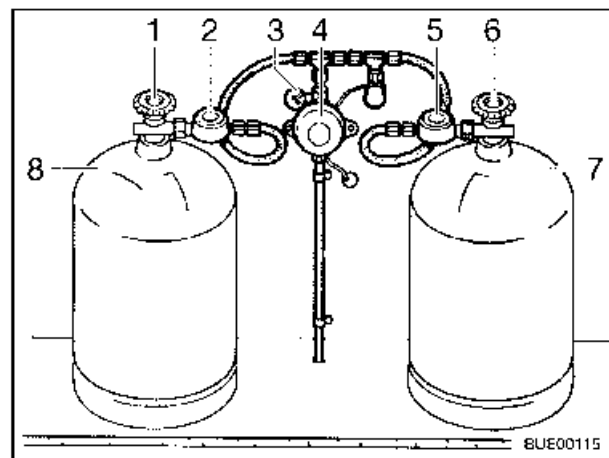

Fig. 55 Impianto di commutazione Triomatic
- Valvola principale (Fig. 55,1) bombola in uso
- Regolatore di pressione del gas (Fig. 55,2) bombola in uso
- Indicatore di funzionamento (Fig. 55,3)
- Regolatore dell'impianto (Fig. 55,4)
- Regolatore di pressione del gas (Fig. 55,5) bombola di riserva
- Valvola principale (Fig. 55,6) bombola di riserva
- Bombola in uso (Fig. 55,8)
- Bombola di riserva (Fig. 55,7)
L'impianto di commutazione Triomatic fa passare automaticamente l'alimentazione di gas dalla bombola in uso (Fig. 55,8) alla bombola di riserva (Fig. 55,7) quando la bombola in uso è vuota o non è più pronta per il funzionamento. Così il riscaldamento può rimanere in funzione.
L'impianto di commutazione Triomatic è costituito da due regolatori di pressione del gas (Fig. 55,2 e 5) e da un regolatore dell'impianto (Fig. 55,4). Il regolatore di pressione del gas della bombola in uso (Fig. 55,2) è contrassegnato da una targhetta del modello verde, il regolatore di pressione del gas della bombola di riserva (Fig. 55,5) da una targhetta del modello rossa. Con l'indicatore di funzionamento (Fig. 55,3) sul regolatore dell'impianto si può controllare la tenuta dell'impianto del gas. I regolatori di pressione del gas sono dotati di unità di allacciamento e permettono il collegamento alle bombole del gas di tutte le dimensioni (da 3 kg a 33 kg).
- Aprire la valvola principale (Fig. 55,6) della bombola di riserva (Fig. 55,7).
- Aprire la valvola principale (Fig. 55,1) della bombola in uso (Fig. 55,8).
Ora entrambi i regolatori di pressione del gas sono disaerati. Il regolatore dell'impianto (Fig. 55,4) fornisce alle utenze la pressione necessaria, indipendentemente dal fatto che l'alimentazione del gas provenga dalla bombola in uso o dalla bombola di riserva. La bombola di gas che ha rilevato l'alimentazione viene identificata dal campo verde o rosso sull'indicatore di funzionamento (Fig. 55,3).
- ▷ In caso di funzionamento con una sola bombola del gas, si deve allacciare il regolatore di pressione del gas della bombola in uso (Fig. 55,2).
Se l'indicatore di funzionamento (Fig. 55,3) segna rosso, la bombola in uso (Fig. 55,8) deve essere cambiata.
- Chiudere la valvola principale (Fig. 55,1) della bombola in uso (Fig. 55,8).
- ▷ Tutte le utenze possono essere alimentate e fatte funzionare dalla bombola di riserva (Fig. 55,7) (targhetta del modello rossa).
- Collegare la bombola del gas piena al regolatore di pressione del gas della bombola in uso (Fig. 55,2).
- Aprire la valvola principale (Fig. 55,1) della bombola in uso. La bombola in uso ricomincia automaticamente a fornire gas.
- ▷ Ogni tanto utilizzare la bombola di riserva (Fig. 55,7) al posto della bombola in uso per controllare che la bombola di riserva sia riempita a sufficienza.
- Luce spia verde: bombola in uso (Fig. 55,8)
- Luce spia rossa: bombola di riserva (Fig. 55,7)